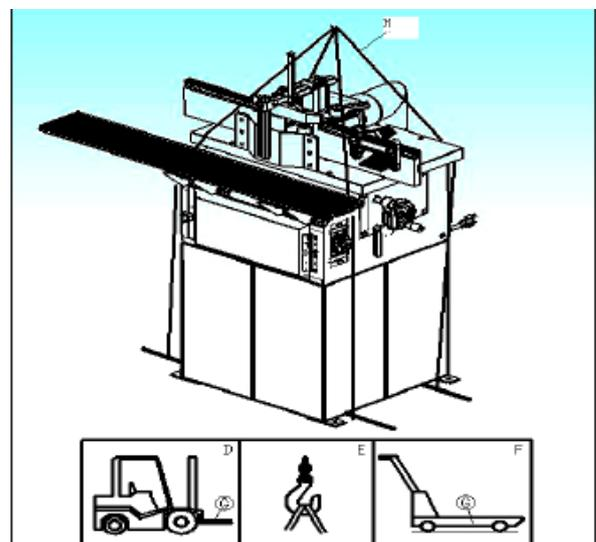

Abb. 3: Transportmöglichkeiten der Maschine
Schritt 1: Bereiten Sie einen Hubwagen (D) mit ausreichende Tragfähigkeit vor.
Schritt 2: Fahren Sie den Hubwagen mit den Gabeln (G) unter die Maschine, wie in Abb.3 gezeigt.
Sollten Sie einen Kran (E, Abb.3) oder ein ähnliches Hebezeug verwenden, gehen Sie vor wie folgt: